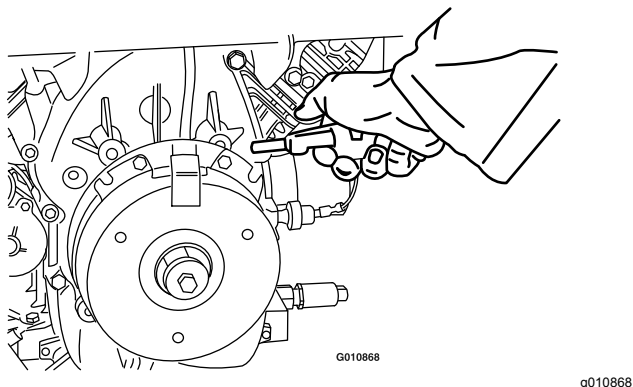

Figura 77
3. Utilizar un compresor de aire, elimine cualquier residuo de debajo del polo de freno y de alrededor de los espaciadores del freno (Figura 77).